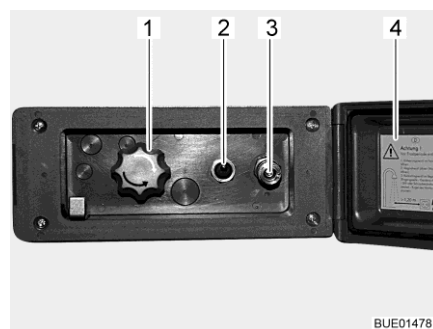

Fig. 169 Branchement de la douche extérieur
- Déverrouiller et ouvrir le couvercle (Fig. 169,4).
- Brancher le flexible de la douche extérieure sur la fermeture rapide (Fig. 169,3).
- Allumer la pompe à eau avec le commutateur (Fig. 169,2).
- Régler la température de l'eau selon ses désirs avec le bouton rotatif (Fig. 169,1).
- Éteindre la pompe à eau avec le commutateur (Fig. 169,2).
- Fermer le couvercle (Fig. 169,4) et verrouiller avec la clé.
- Placer le bouton rotatif (Fig. 169,1) sur la position intermédiaire.